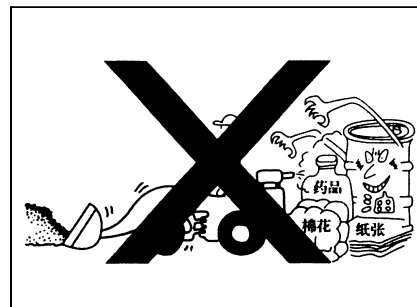

Рис. 1-81
- Если выхлопные газы из шумоглушителя выброшены на легковоспламеняющиеся предметы или выхлопные трубы находятся близко к легковоспламеняющимся предметам, то, возможно, возникает пожар. Поэтому в месте с маслами, ватой, бумагой, сухими травами, химикатами и другими опасными или легковоспламеняющимися предметами следует обращать большое внимание (рис. 1-81).